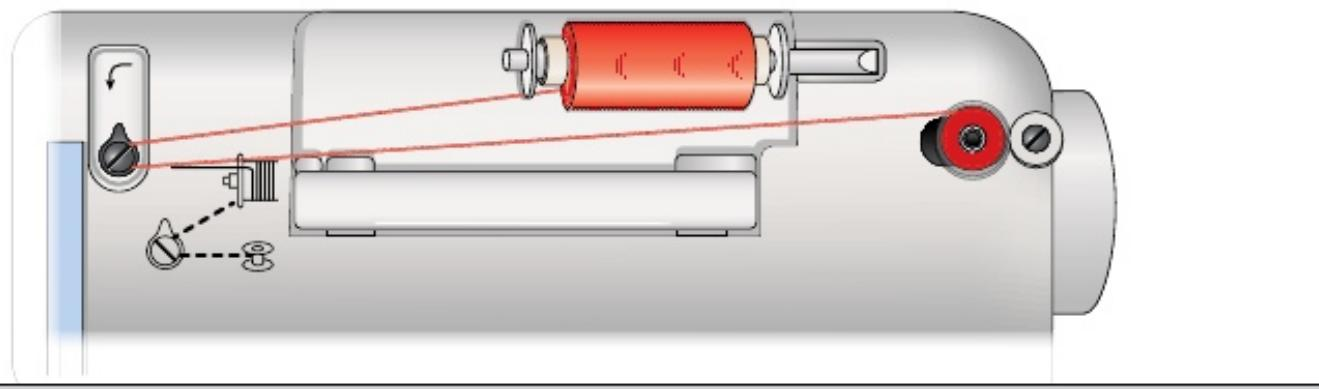

Рис. 89. Намотка нитки на шпульку (вид на машину сверху)
3. Надеть шпульку на штифт моталки, чтобы выступ вошёл в прорезь, и нажать на шпульку до упора вправо (рис. 89).